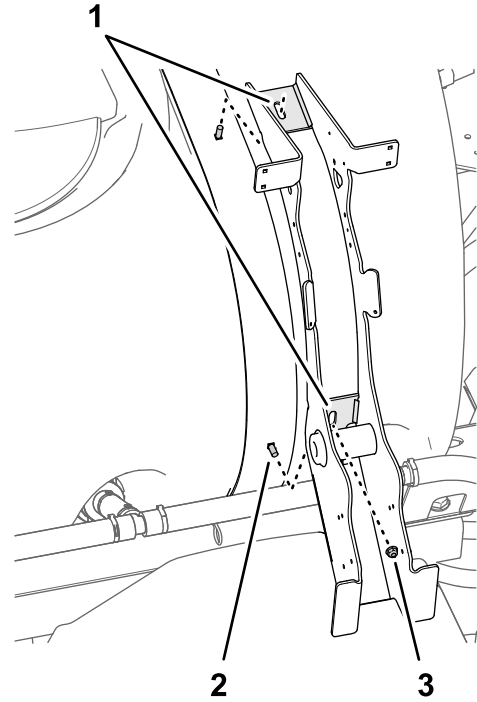

Figure 13
2. Engagez les fentes du support du mélangeur sur les 2 boulons de carrosserie inférieurs de la sangle arrière de la cuve, comme montré à la Figure 13.
3. Vissez légèrement le contre-écrou à embase (5/16") sur le boulon de carrosserie inférieur (Figure 13).